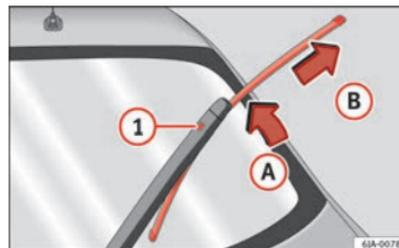

Abb. 67 Scheibenwischerblatt für Heckscheibe
- Klappen Sie den Scheibenwischerarm von der Scheibe ab, wobei Sie das Wischerblatt leicht in Richtung des Arms bewegen – Pfeil (A) ⇒ Abb. 67.